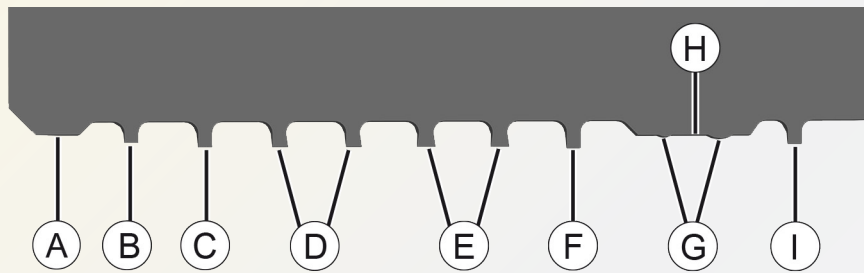

Fig. 4: Vista detallada de la placa de raspado
5. Afloje los dos tornillos cilíndricos (6) en la regleta de apriete (4) aprox. media vuelta. Ajuste el diámetro en el tramo de medición (ver Fig. 4) a través del tornillo de ajuste (9) con la ayuda de una llave Allen SW 3 a 0,05 mm delante de la medida de ajuste (en el diámetro). Girando el tornillo de ajuste (9) hacia la derecha se reduce el diámetro y girándolo hacia la izquierda aumenta.
8. Ajuste los dientes de contorno (dientes 3-6, ver Fig. 4) a través de los dos tornillos de ajuste de la cuña roscada de ajuste (5) de manera que se encuentren en el mismo plano. Los dientes 5, 4 y 3 se deben desviar, como máximo, 5 μm frente al diente 6. Para este fin, con la ayuda de una llave Allen SW 2, gire hacia la derecha el tornillo de ajuste (5) que se encuentra situado en el lado de los dientes que se deben regular hacia fuera.
9. Afloje los dos tornillos cilíndricos (6) en la regleta de apriete (4) aprox. media vuelta. Ajuste el diámetro en el tramo de medición (ver Fig. 4) a través del tornillo de ajuste (9) con la ayuda de una llave Allen SW 3 a la medida de ajuste.
Los dientes 5, 4 y 3 se deben desviar, como máximo, 5 μm frente al diente 6 (ver Fig. 4)
13. Controle el saliente entre los dientes 7 y 6. El diente de raspado (diente 7) debe estar 20 $\mu\text{m} \pm 5 \mu\text{m}$ por encima del diente 6 (ver Fig. 4).